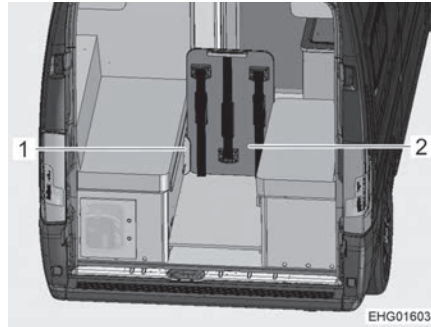

Bild 51 Klapptisch, gesichert in Halteschienen
- Klapptisch (Bild 51,2) in die Halteschienen (Bild 51,1) stecken. Die Halteschienen sind an den Sitzbänken angebracht. In dieser Position dient der Klapptisch auch als Laderaumabtrennung.